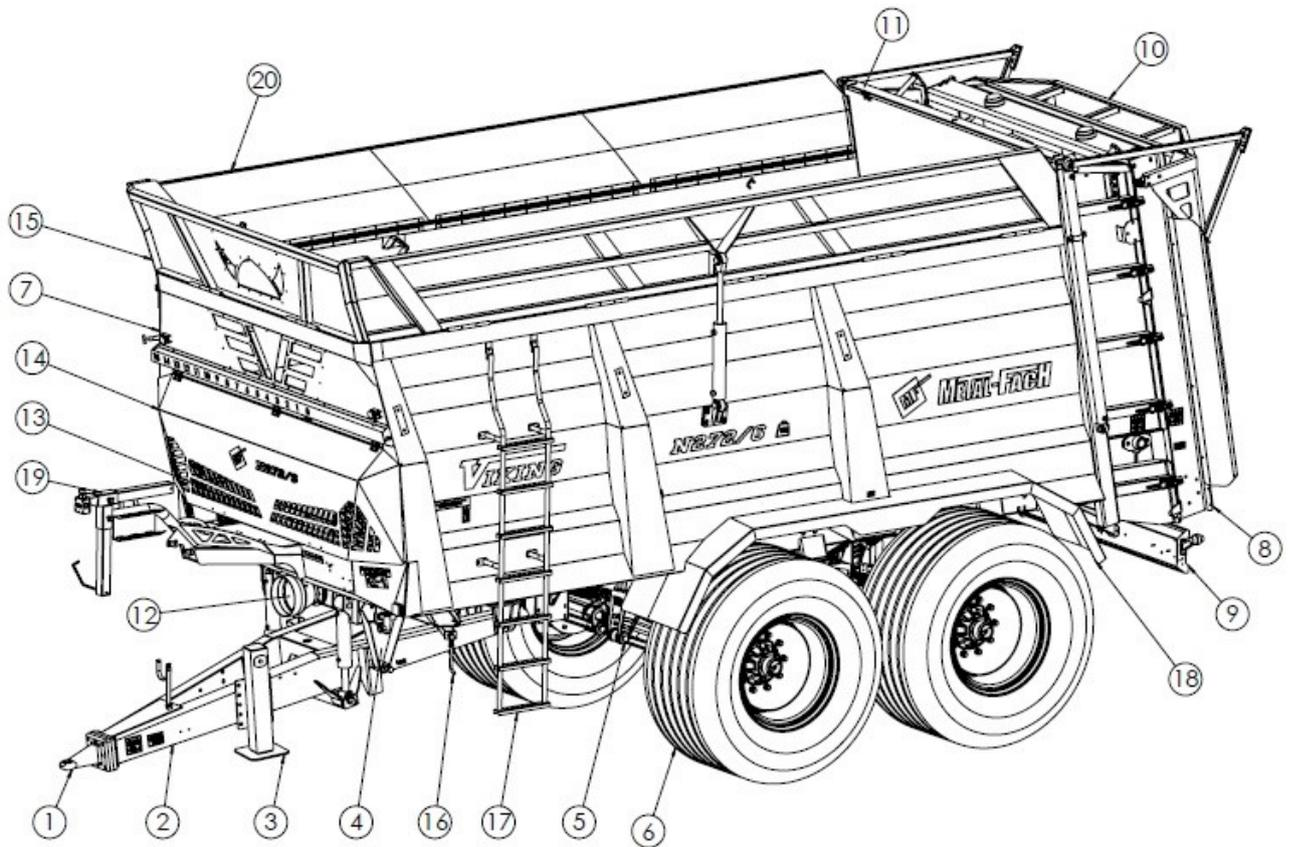

Abbildung 5. Allgemeine Konstruktion des Dungstreuers
Die Konstruktion des Streuers ist in der Abbildung 5 dargestellt. Hauptkonstruktionselement ist der untere Rahmen (4) mit der gefederten Tandemaufhängung (5), auf dem die Ladekiste (7) aufgesetzt ist. Zum Anschließen an die untere Anhängervorrichtung des Schleppers dient eine hydraulische Anhängervorrichtung mit einer festen Deichselzugöse (1). Es ist auch möglich, die Öse einer Dreh- und Kugeldeichsel zu montieren. An der Deichsel ist ein mechanischer Stützfuß (3) befestigt, um den Streuer zu stützen, wenn er nicht mit dem Schlepper verbunden ist, und um die Höhe der Deichsel während der Aggregation einzustellen. Auf der linken Seite der Ladekiste ist eine feste Leiter (17) installiert, um den Laderaum zu beobachten und während der Reinigung oder Wartung in das Innere der Ladekiste zu gelangen. Auf der Rückseite der Ladekiste befindet sich eine hydraulisch gesteuerte Klappe (11), die die geladene Masse vom Adapter trennt und ein Herausfallen während des Transportes verhindert. Das Hauptarbeitsselement ist der Streuadapter (10) mit zwei vertikalen Rotoren. Die geladene Masse wird in Richtung des Adapters durch einen Kettenvorschub (13) bewegt, der in dem Boden der Ladekiste platziert ist. Der Adapter verfügt über eine Schutzabdeckung (10), die während des Transportes eine Sicherheitsfunktion erfüllt. Die Abdeckung hebt sich automatisch an, wenn der Schieber herausgeschoben wird. Optional ist es möglich, Seitenverlängerungen (20) zu installieren, die mit Hilfe von Hydraulikzylindern geöffnet werden können. Dank dieser Funktion ist es möglich, die Ladehöhe beim Befüllen der Ladekiste zu reduzieren. Nach der Demontage des Adapters (10) kann der Streuer als selbstentladender volumetrischer Massenförderer eingesetzt werden.